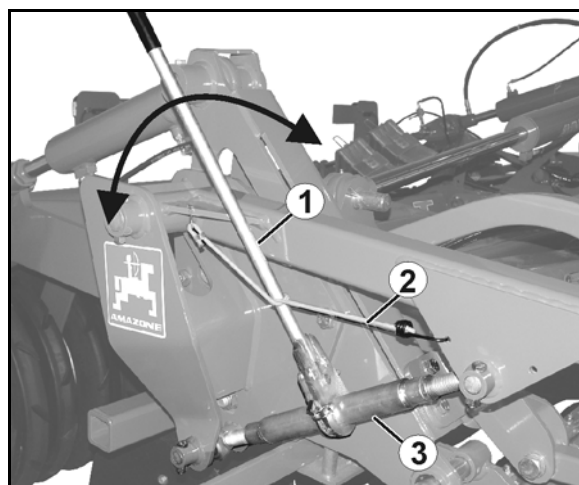

Bild 39
1. Lossa spaken (Bild 39/1) från spännbandet (Bild 39/2).
4. Förläng/korta spindeln (Bild 39/3) med spaken.